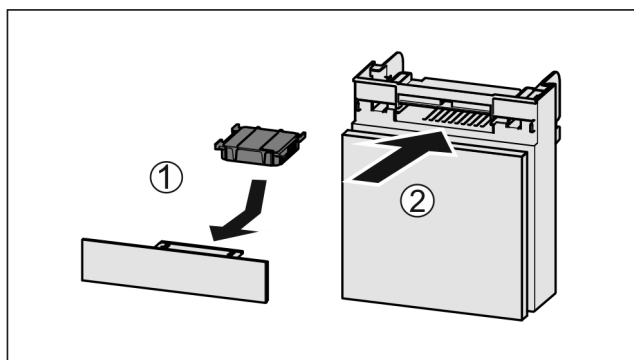

Fig. 138
- ▶ Helyezze be Fig. 138 (1) az aktívszén-szűrőt az ábrán látható módon.
- ▶ Tolja be Fig. 138 (2) a rekeszt.